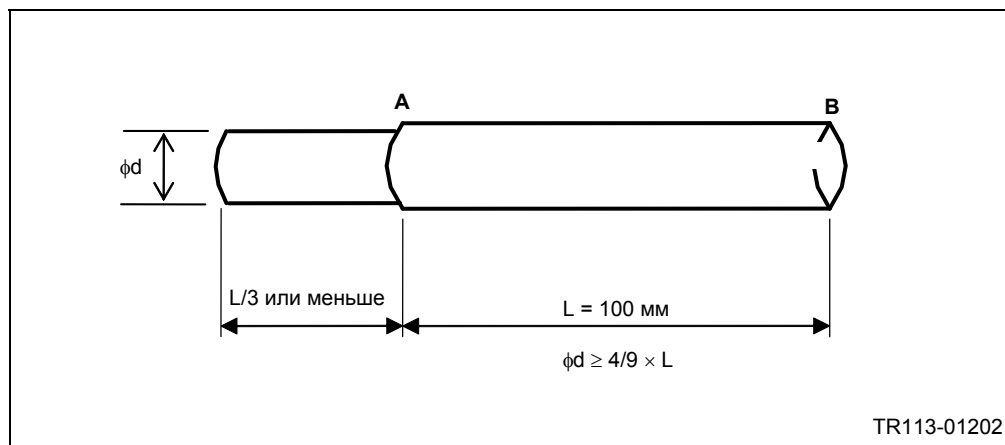

Рис. 4-4 Тестовая деталь
- (2) После устранения причины столкновения, зажать тестовую заготовку цилиндрической формы в патроне и выполнить токарную обработку по наружному диаметру отрезка **AB**.
- (3) Измерить микрометром цилиндричность тестовой заготовки после протачивания. Провести измерения на отрезке **AB**, изображенного на рис. 4-4.